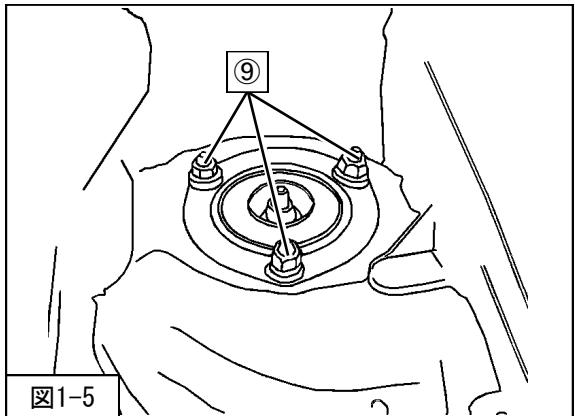

図1-5
7. ⑨フロントサスペンションASSYアッパー取付ナットを取り外してください。（図1-5）